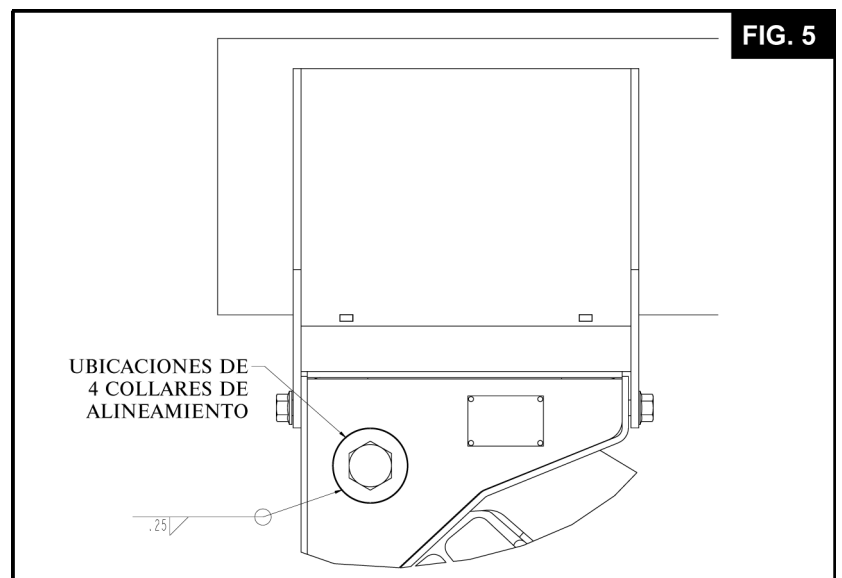

**FIG. 4**
**9.6** Ensamble la suspensión a los soportes frontales del bastidor con los herrajes de montaje de 5/8" proporcionados (vea en la **Fig. 4** los detalles de sujeción).
**9.7** Ensamble los muelles a los soportes traseros usando las tuercas de brida dentada de 1/2" y las contratuercas de 3/4". (Vea los detalles de sujeción en la **Fig. 4**).